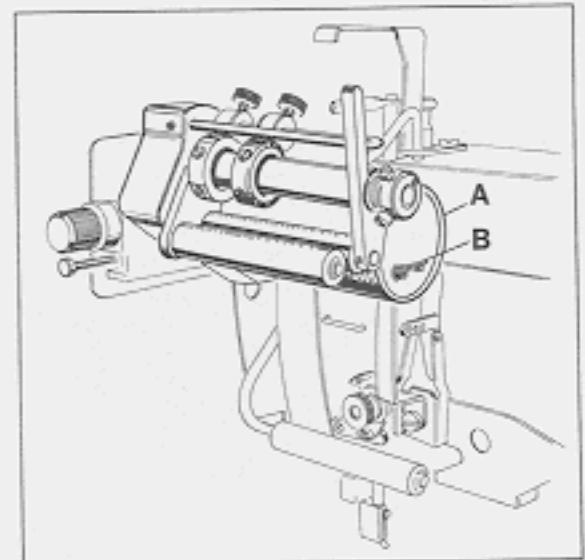

Fig.15
The dirt (rubbed-off elastic, lint) accumulating behind the puller roller (A, Fig. 15) of top metering device has to be removed weekly (in case of excessive contamination daily).
1. Lift spring (B, Fig. 15) and remove the puller roller.
Der sich hinter der Walze (A, Fig. 15) der oberen Zumeßeinrichtung ansammelnde Schmutz (Gummiband-Abrieb, Flusen) muß wöchentlich entfernt werden (bei starkem Schmutzanfall täglich).
1. Heben Sie die Feder (B, Fig. 15) an und entfernen Sie die Walze.